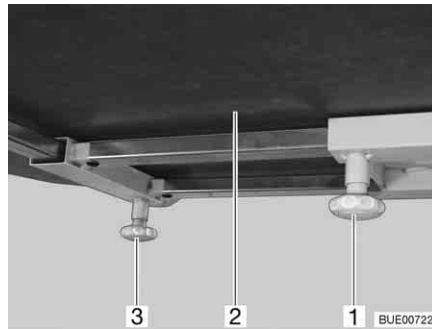

Fig. 96 Table fixe
- Desserrer la vis moletée (Fig. 96,1).
- Pousser le plateau (Fig. 96,2) dans la position désirée.
- Desserrer la vis moletée (Fig. 96,3).